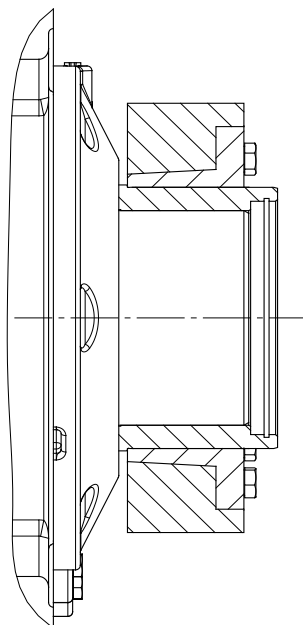

Рис. 11: Установка стяжной муфты
8. После затягивания стяжных болтов торцевая поверхность внутреннего кольца должна плотно прилегать к торцевой поверхности наружного кольца; кольца должны располагаться друг над другом. Осмотреть стяжную муфту и убедиться в отсутствии деформации (Рис. 11).